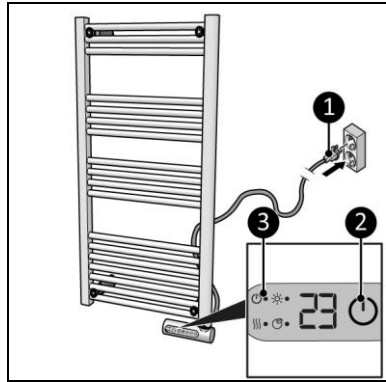

Abbildung 10
2. Stecken Sie den Netzstecker (Abbildung 10, Pos. 1) in eine leicht zugängliche geerdete Steckdose. Verwenden Sie eine geerdete Steckdose mit einer Mindestleistung von 800 Watt.
3. Die EIN/AUS-Anzeige leuchtet auf (Abbildung 10, Pos. 3).
1. Drücken Sie den EIN/AUS-Schalter, um das Gerät einzuschalten (Abbildung 10, Pos. 2). Auf der Anzeige wird die eingestellte Temperatur angezeigt.